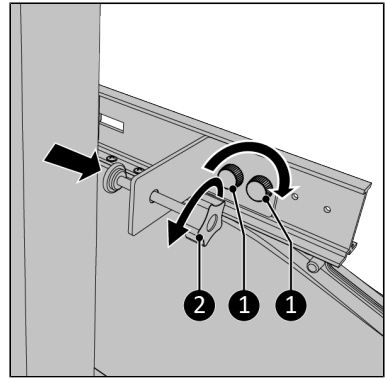

Abbildung 143.
12. Schrauben Sie die Klemmschraube vollständig zurück (Abbildung 143, Pos. 2).
14. Schrauben Sie die Klemmhalterung mit den beiden Knopfschrauben (Abbildung 143, Pos. 1) an der Hauptschiene fest.